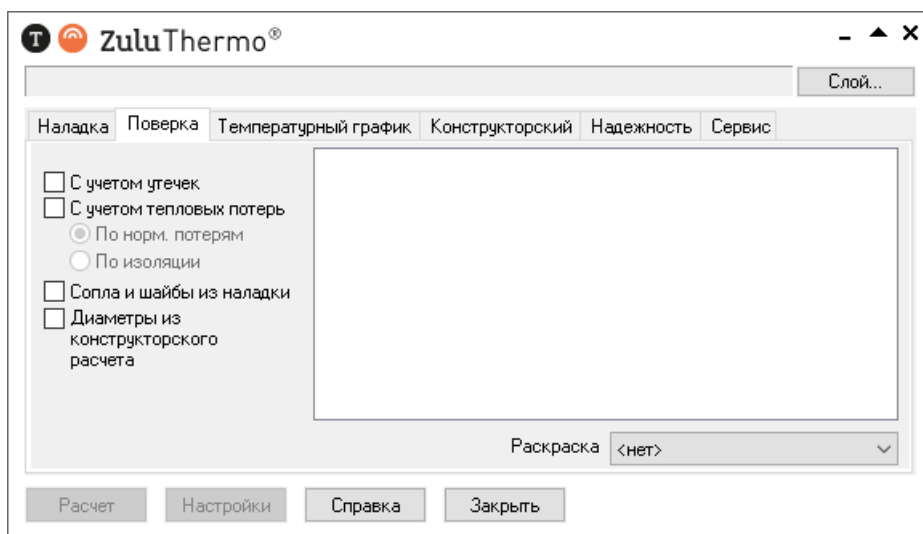

Рисунок 20.21. Окно теплогидравлических расчетов ZuluThermo
1. Выбрать команду главного меню Задачи|ZuluThermo или нажать кнопку  панели инструментов. На экране появится окно теплогидравлических расчетов (смотрите Рисунок 20.21, «Окно теплогидравлических расчетов ZuluThermo»).